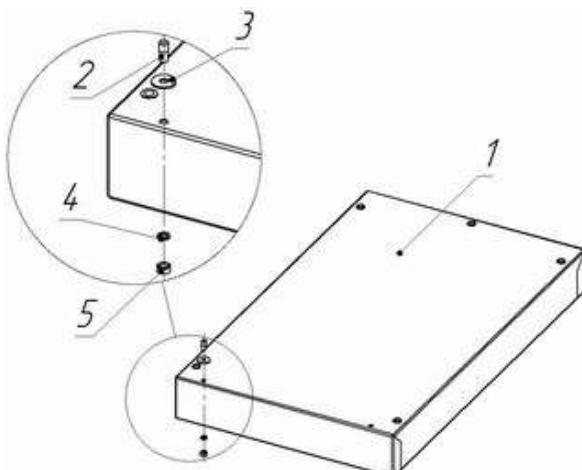

Рис.1
4.2 Порядок сборки односекционного шкафа. Прикрепите к основанию 1 и крыше 6 шкафа оси поз.2 гайками 5 с шайбой 3 и шайбой Гровера 4, в зависимости от выбранного направления открывания двери: слева или справа (рис. 1, 2).